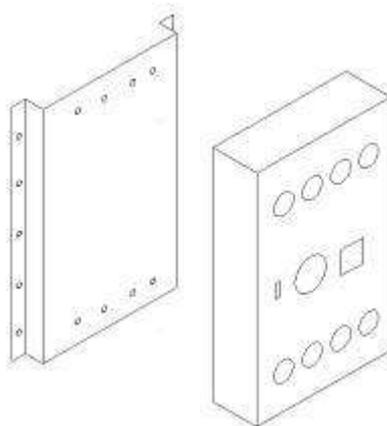

Рис. 2.26
1) Установите панель пульта управления на стенную панель возле генератора, см. рис. 2.26, зафиксируйте гвоздями. Установите пульт на панель.